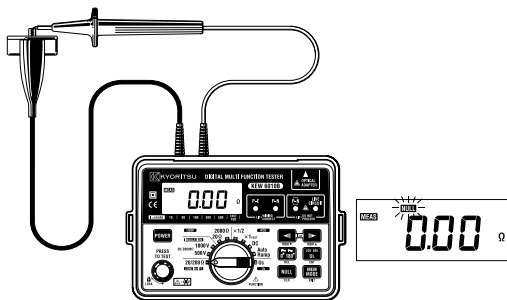

Fig 2
2. Sluit de meetpunten kort (zie Fig 2), druk op de testknop en vergrendel hem. De weerstandswaarde van de meetsnoeren wordt weergegeven.